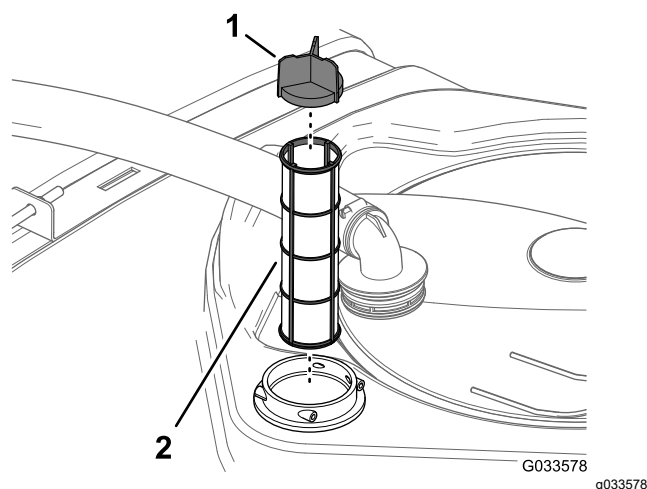

図 29
4. フィルタハウジングタンク内部からストレーナを取り出す **図 29**。